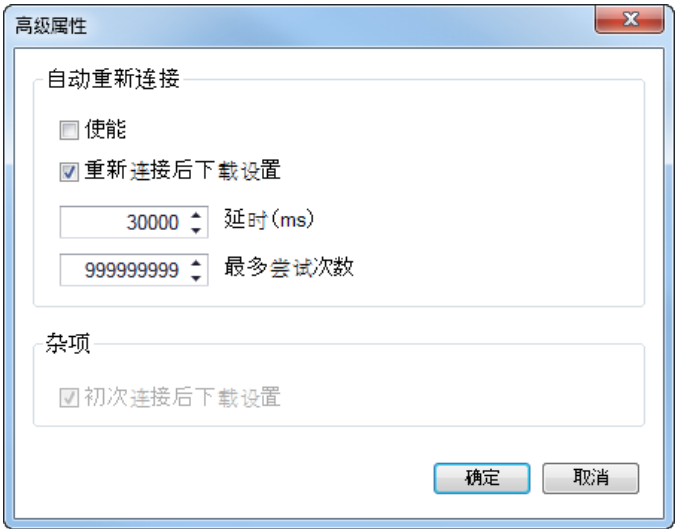

图 22-10. 高级特性、自动重接
- 7. “高级”按钮显示如下窗口。它包含了启用自动重新连接，两次重试之间的间隔（ms），以及重试的最大数量的选项。（图 22-10）